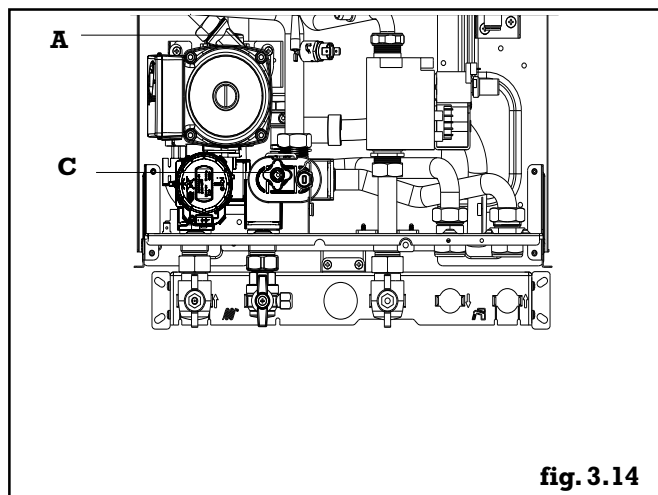

fig. 3.14
- ouvrir de 2 ou 3 tours le bouchon du purgeur d'air automatique (**A**) (fig. 3.14)
- connecter le petit tube en plastique (fourni dans l'enveloppe de documentation de la chaudière) sur le robinet de vidange (**C**) (fig.3.14) puis le dévisser pour évacuer l'eau à l'extérieur de la chaudière.